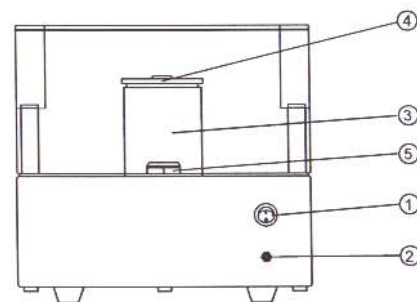
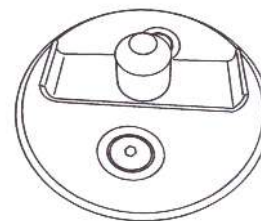

Рисунок 2. Вид ингалятора сзади
Рисунок 3. Нож
На задней панели расположен выключатель питания - 1, разъем для подключения сетевого адаптера - 2 (Рис.2).
Под крышкой, на основании корпуса расположен съемный стакан - 3, с крышкой - 4 (Рис.2), закрывающий нож (Рис.3) и насадка воздушного канала - 5.
- выключатель питания ингалятора 1 (Рис.2) установить в выключенное положение (положение «0»).
7.2. Снять крышку 5 съемного стакана 4 (Рис. 2).
7.4. Засыпать 8 мл препарата (мерная емкость) в съемный стакан 4 (Рис. 2).
7.5. Установить на место крышку - 5 съемного стакана - 4 (Рис. 2).
7.8. Подсоединить штекер сетевого адаптера к гнезду - 2 (Рис.2)
7.10. Установить выключатель питания ингалятора - 1 (Рис.2) во включенное положение (положение "1").
7.16. После окончания сеанса установить выключатель питания ингалятора - 1 (Рис. 2) в положение «О», при этом погаснут светодиоды на лицевой панели ингалятора.
8.2.3. Снять стакан - 3 (Рис. 2), крышку стакана - 4 (Рис.2).
8.2.4. С помощью сухой кисточки и салфетки тщательно очистить от налета препарата соли съемный стакан - 3, крышку стакана - 4 (Рис.2) и головку с ножами (Рис.3).